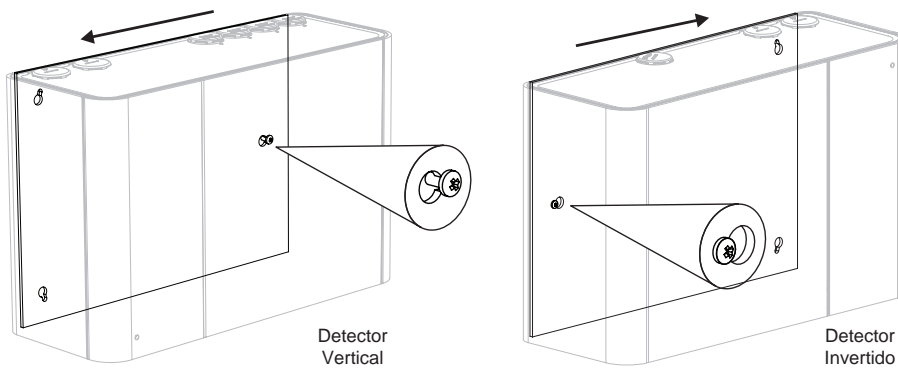

Figura 4-28: Deslice el detector hacia la izquierda
- Deslice el detector hacia la izquierda (o hacia la derecha si el detector está invertido) para fijar el detector sobre el tornillo (Figura 4-28).